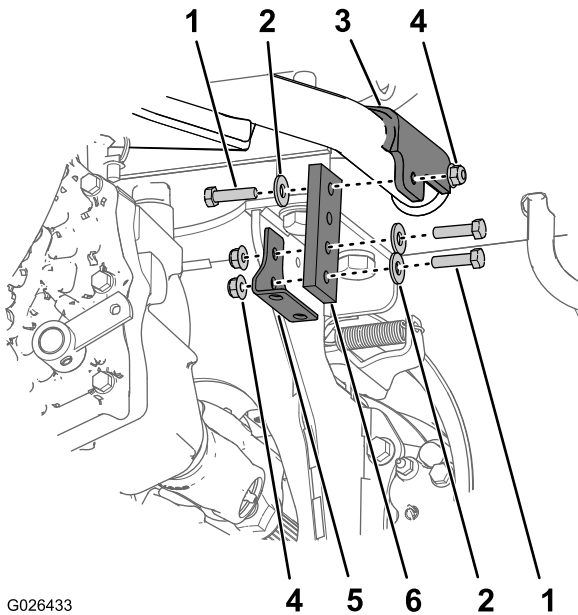

Figure 9
- Alignez 2 des trous de l'autre patte de suspension et les trous du support de tuyau d'échappement (Figure 9).
- Assemblez la patte de suspension du tuyau d'échappement sur le support du tuyau d'échappement au moyen de 2 boulons (5/16 x 1-1/4 po), rondelles et contre-écrous à embase (Figure 9).
- Alignez le trou à l'autre extrémité de la patte de suspension et le trou dans la patte de montage sur le tube de support du réservoir (Figure 9).
- Assemblez la patte de suspension du tuyau d'échappement sur la patte de montage au moyen de 2 boulons (5/16 x 1-1/4 po), rondelles et contre-écrous à embase (Figure 9).